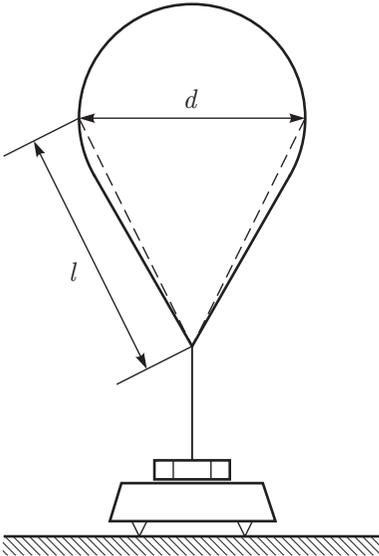

Рис. 7
2. Прикрепим к шару, заполненному гелием, груз и взвесим его на весах (рис. 7). Сила тяжести груза превышает подъёмную силу шарика. Груз давит на весы с силой равной разности силы тяжести, действующей на груз, оболочку и нить, и подъёмной силы шарика $F = m_{\text{г}}g - F_{\text{п}}$. Поскольку с течением времени подъёмная сила уменьшается, то показания весов увеличиваются по закону